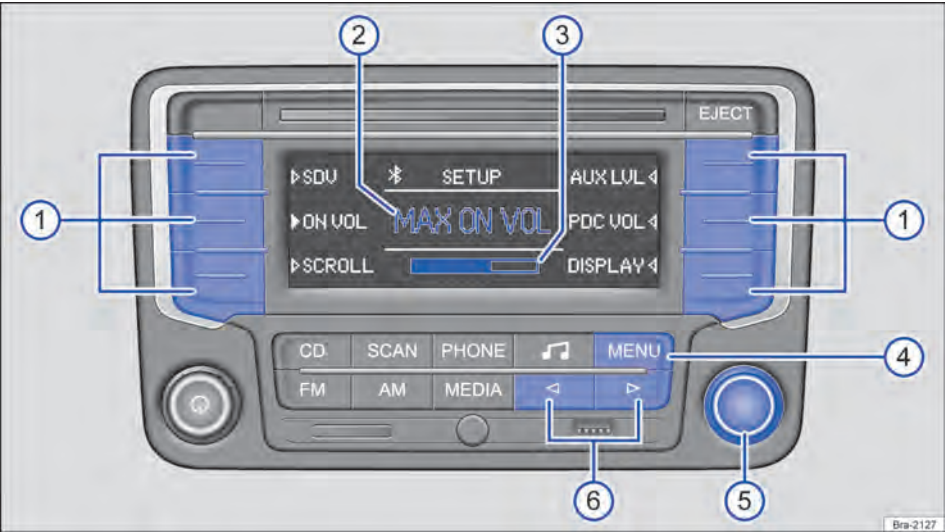

Fig. 159 Menu SETUP: definir o volume inicial.
- Pressionar o botão do aparelho **MENU** a partir de qualquer menu → Fig. 159 ④.
- Pressionar os botões de função para abrir o respectivo menu de ajuste → Fig. 159 ①.
- Girar botão de ajuste para alterar o ajuste atual → Fig. 159 ⑤.
- **OU**: pressionar brevemente o botão do aparelho **◀** ou **▶** para alterar o ajuste atual → Fig. 159 ⑥.
- **OU**: botão do aparelho é pressionado brevemente **MENU** → Fig. 159 ④.
→ Fig. 159 ② e, abaixo disso, a barra de volume
→ Fig. 159 ③.